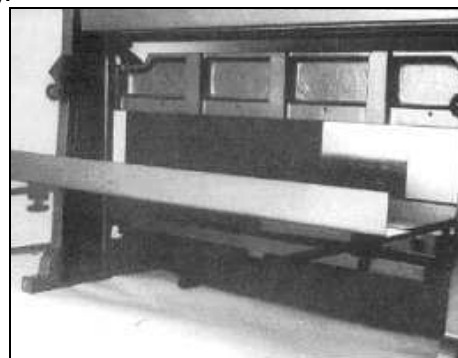
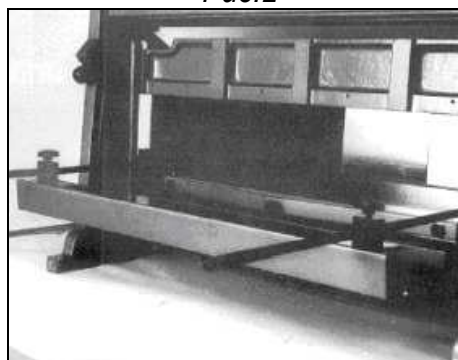

Рис.2
Рис.3
11. Блок задней шкалы устанавливается либо в положении для резки (железный уголок смотрит вверх – Рис. 2) или в положение для гибки (железный уголок смотрит вниз – Рис. 3).